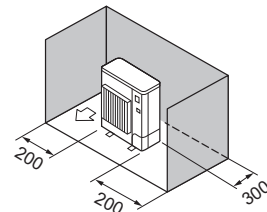

Abb. 2-9
- (3) Hindernisse nur auf der Rückseite und auf beiden Seiten (Abb. 2-9)